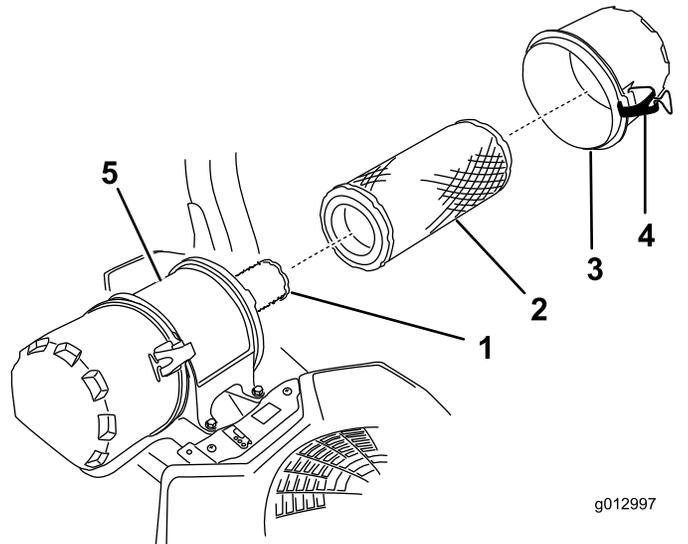

Figure 44
6. Ouvrez les dispositifs de verrouillage du filtre à air et détachez le couvercle du boîtier du filtre (Figure 44).
8. Sortez le préfiltre du boîtier du filtre avec précaution (Figure 44).
2. Si vous remplacez l'élément intérieur, insérez-le avec précaution dans le boîtier du filtre (Figure 44).
3. Placez ensuite le préfiltre sur l'élément intérieur avec le même soin (Figure 44).
4. Remettez en place et verrouillez le couvercle du filtre à air (Figure 44).